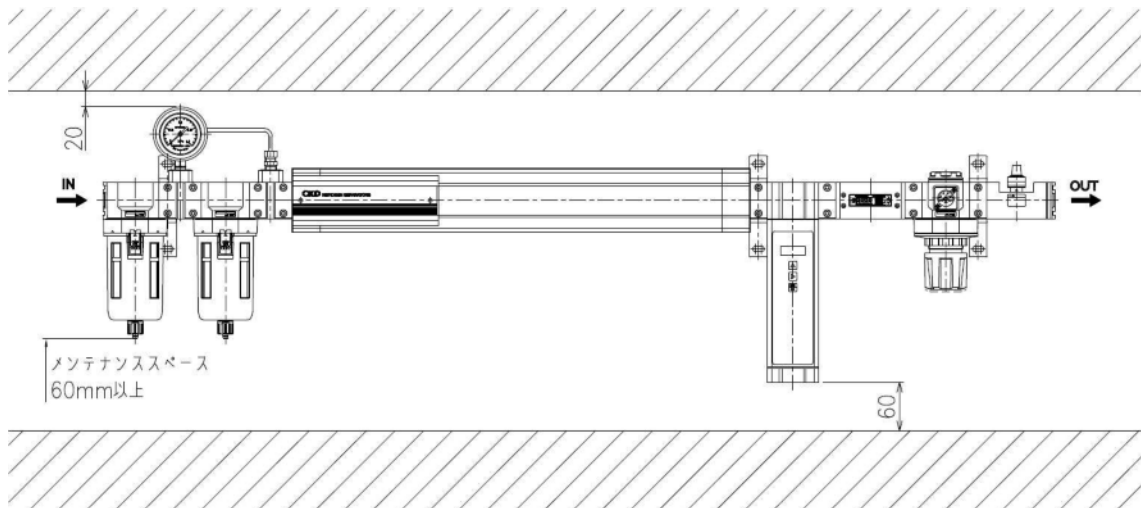

図 6
- 4) 分解掃除の際、部品が取り外しできる様に上 20mm 以上、フィルタの下 60mm 以上のスペースを取っておいてください。(図 6 参照)